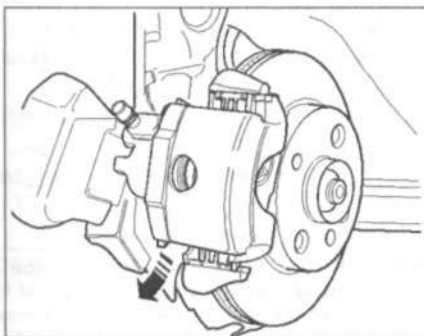

Рис. 11.10. После выкручивания болтов переместите суппорт (стрелка) наружу.
1. После выкручивания болтов переместите суппорт (стрелка) наружу (рис. 11.10).